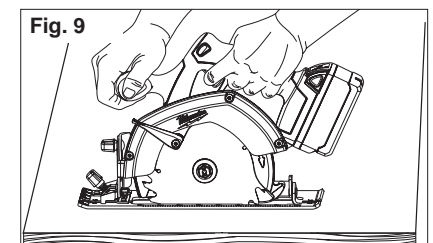

Fig. 9
3. Cuando la zapata descansa contra la pieza, avance la sierra hacia la esquina más alejada (Fig. 9). Suelte el gatillo y deje que la cuchilla se detenga por completo antes de sacarla de la pieza. Repetir los pasos anteriores para cada lado de la abertura. Use una sierra alternativa, una sierra de perforación o una sierra de mano pequeña Sawzall® para rematar las esquinas si no se han cortado completamente.